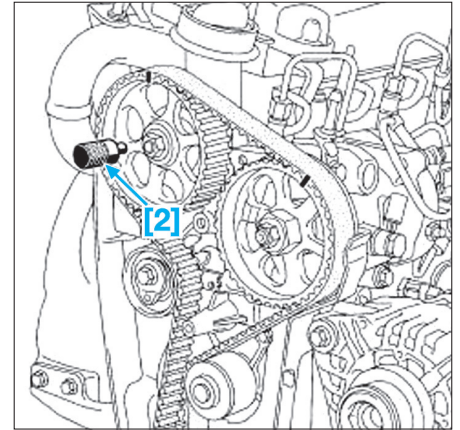

Fig. 50
- Engager l'outil [2] dans le trou de la roue dentée d'arbre à cames et dans le trou de la culasse pour vérifier le bon positionnement du moteur au Point Mort Haut (Fig.50).